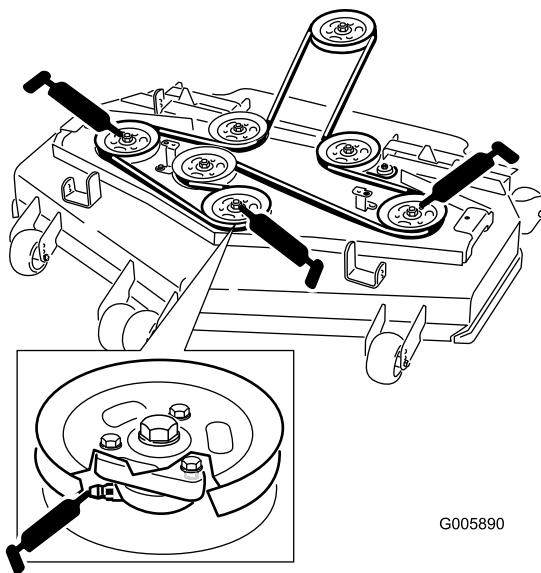

Bild 28
4. Schmieren Sie die drei Spindellager unter den Riemenscheiben ein, bis das Schmiermittel aus den unteren Dichtungen austritt (Bild 28).
5. Fetten Sie die Nippel an den Schubarmen ein (Bild 28).